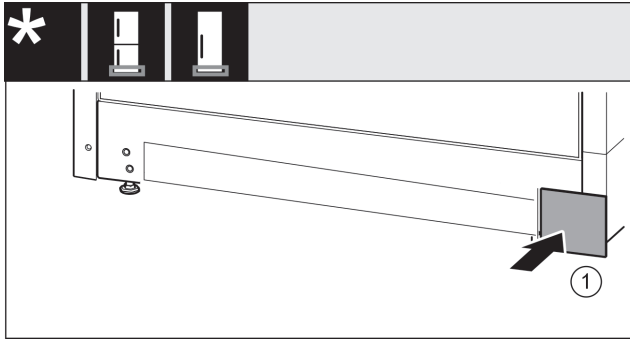

Fig. 17
- Uzlieciet atpakaļ pārsegu Fig. 17 (1) otrajā pusē.